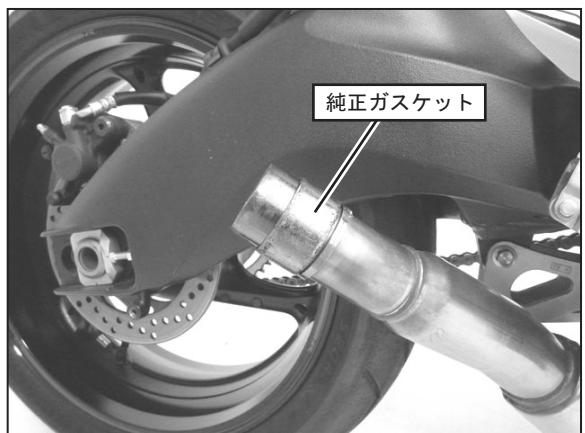

FIG. 2
4. 車両のサイレンサー取付位置に新品の純正ガスケットを取り付けて下さい。 (FIG. 2 参照)